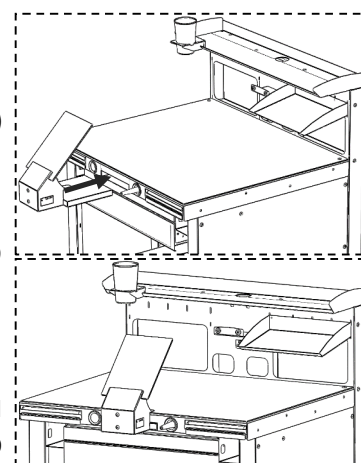

Рис.6 ВМУ 2.0 НЬУ
- Модуль вытяжной универсальный ВМУ 2.0 НЬУ, рис.6, поставка по дополнительной заявке, для работы с бормашиной непосредственно на столешнице СЗТ. Устанавливается вместо выдвижной платформы (8).